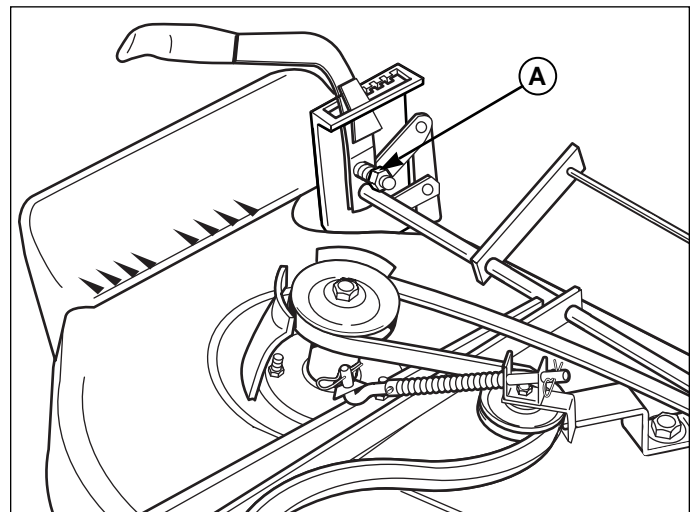

Figure 38. Réglage de la tension de la poignée
*Remarque : si le bras de la tondeuse sort du secteur de hauteur de coupe, tourner l'écrou de réglage (A, Figure 38) dans le sens horaire pour augmenter la tension du ressort. NE PAS serrer l'écrou à fond ce qui compresserait complètement le ressort.*